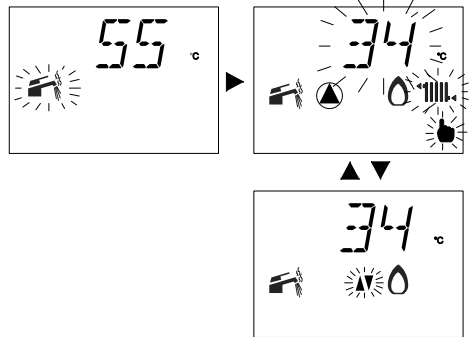

Рисунок 7.11
- Поочередное отображение на ЖК-дисплее символов, изображенных на рисунке Рисунок 7.11, будет означать изменение настройки.